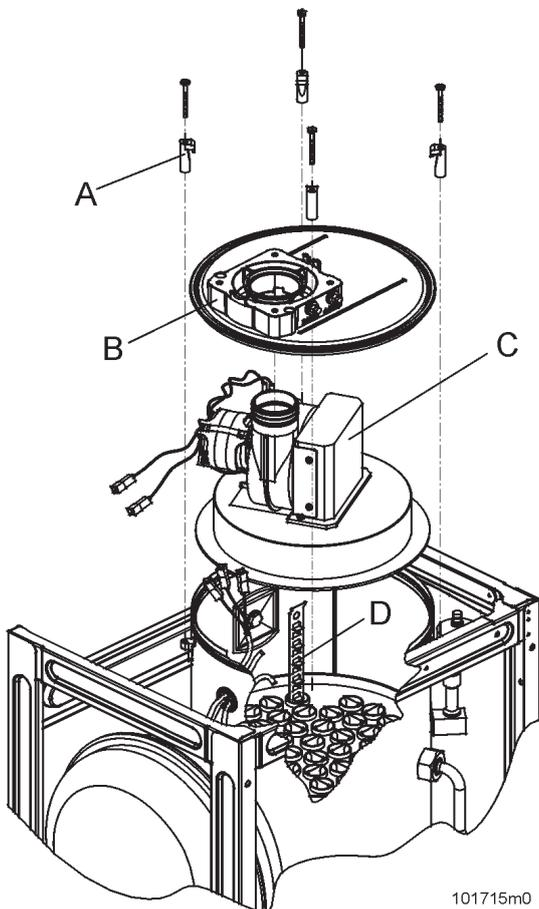

Figura 38 - Smontaggio parte superiore apparecchio
- Passare una spazzola cilindrica, a setole di plastica, all'interno dei tubi di fumo (i tubi dove erano siti i turbulatori "D" di figura 38)